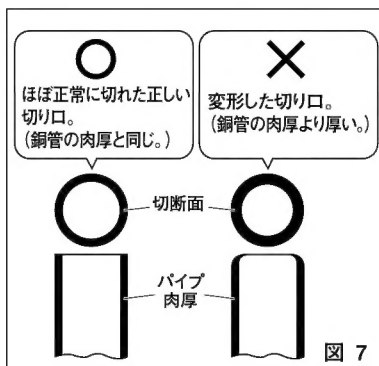

図 7
- ・急激に刃を送るとパイプが変形し(図7-右側) 正常なフレア加工が出来なくなります。